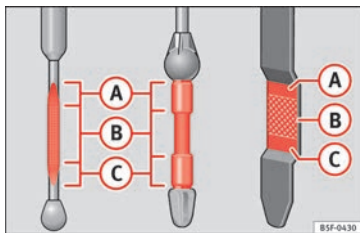

Fig. 224 Asta di misurazione livello olio motore
– In seguito, estrarla di nuovo e controllare il livello dell'olio ► **fig. 224**. Se necessario, rabboccare dell'olio.